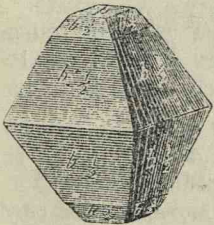
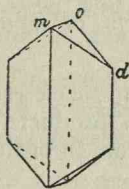

Fig. 91. Sulf octaedric.
Fig. 97. Prismă cu brachidom dom.
*Sulfurul octaedric, ortorombic*, se găsește în natură cristalizat în octaedri din sistemul prismei rombice drepte sau ortorombic, fig. 91. E galben, transparent, nu se alterează la aer la temperatura obișnuită, n'are gust, nici miros. Aceste cristale se pot obține disolvând sulfurul din comerț în sulfura de carbon, și evaporând cu încetul această soluțiune (vezi pag. 16 și 17). Densitatea lui este 2,07. Se topește la  $114^{\circ}$  și fierbe la  $440^{\circ}$ .
**Formele compuse** din acest sistem cuprind fețe dela diferite forme simple. Așa sunt formele din fig. 97—98 care cuprind fețe de prisme și fețe de brachidom sau macrodom. Tot așa cristalul de *sulf octaedric* din fig. 91 are fețe dela două feluri de octaedri, unul mai ascuțit și altul mai obtuz.